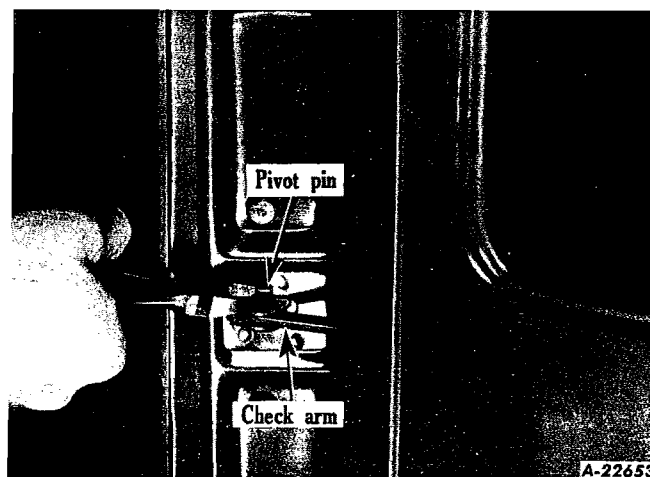

Fig. 45
2. Remove door check arm pivot pin (Fig. 45).